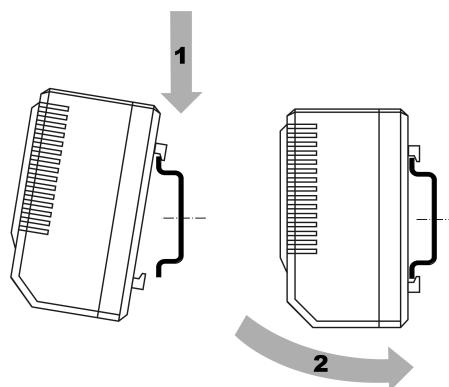

Рисунок 5.1 – Монтаж термостата на DIN-рейку
2. Установить термостат верхним зацепом на DIN- рейку и надавить вниз (см. рисунок 5.1, стрелка 1).
3. Прижать термостат к DIN-рейке до щелчка (см. рисунок 5.1, стрелка 2).